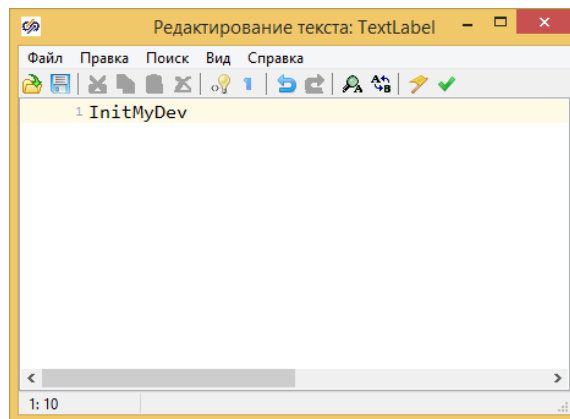

Рисунок 29
- Для замены текста **“PL”** на актуальный необходимо навести на него курсор мыши и два раза нажать левой клавишей в результате появится редактор, где можно набрать название блока см, Рис. 29.